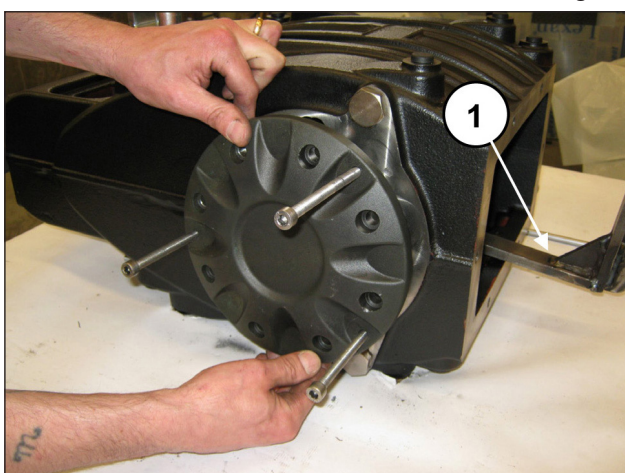

Fig. 30
Extraer la tapa del cojinete sujetando el eje para evitar que se dañe (pos. ①, Fig. 30).